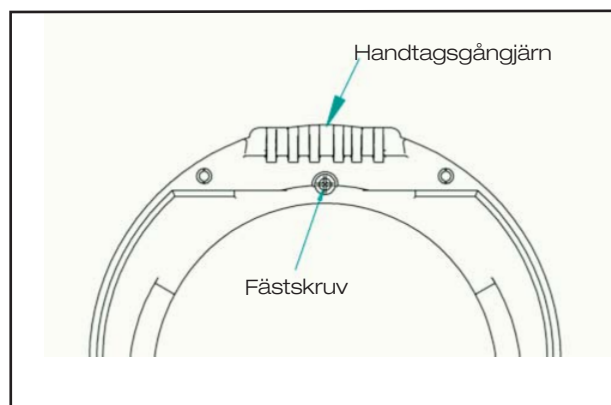

Fig. 10
3. Ta bort fästskruven (se fig.10).